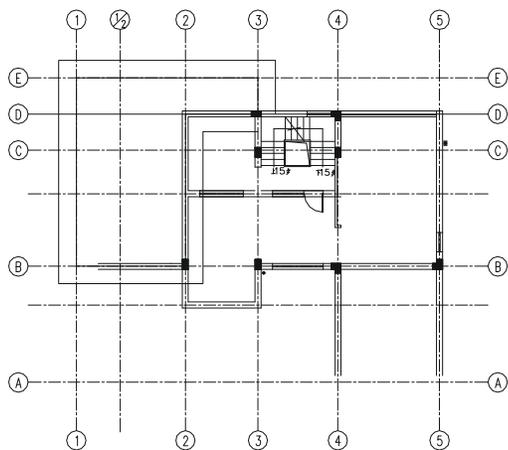

图 9-2-14
**STEP 05** 将“楼梯线”层设置成当前层,使用绘制多段线命令 PLINE 绘制外轮廓线的基线,并使用偏移命令 OFFSET 向外偏移 725,得到如图 9-2-14 所示的外轮廓线。